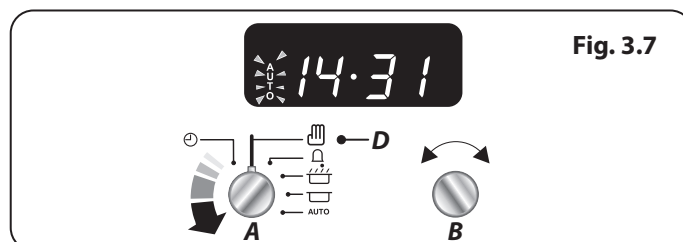

Fig. 3.7
4. Une fois la durée spécifiée écoulée, une alarme est émise et le four s'arrête de fonctionner. Le symbole « Cuisson » disparaît de l'affichage et le mot « AUTO » se met à clignoter (Fig. 3.7).
5. Lors de votre retour, remplacez le bouton du Programmeur (A) sur la position Manuel (D) pour revenir au mode de cuisson manuel (Fig. 3.7).